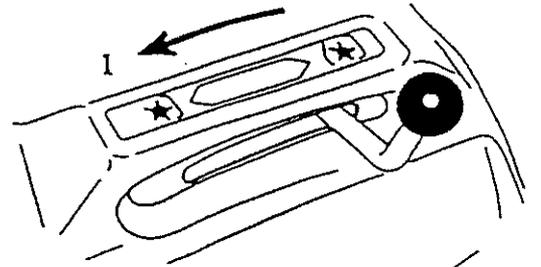

Figure 21
- 3) Placer le levier d'embrayage lames en position ① "débrayé" (fig.21).